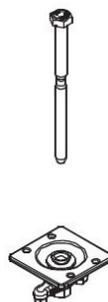

Рис. 71
1. Соединить панели TRS/MR с помощью колонного болта (2.1) и шарнирной гайки-шайбы (2.2) (Рис. 71 и 72)